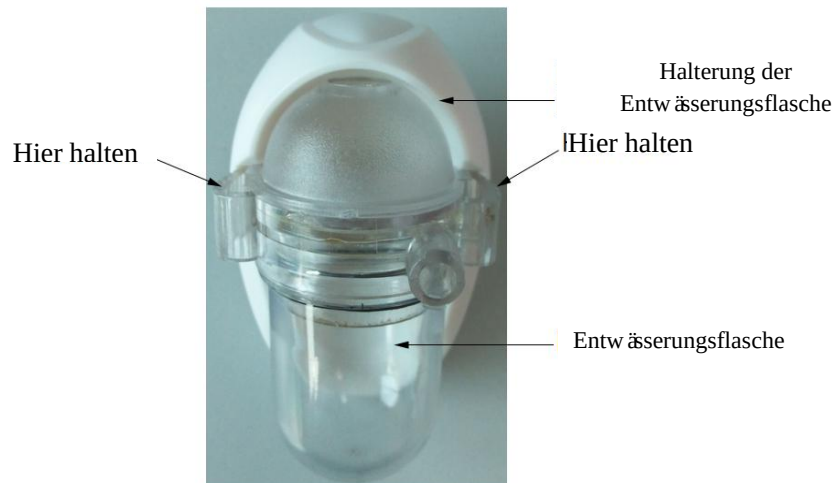

Abbildung 6.30 Befestigung und Abnahme der Entwässerungsflasche
2. Halten Sie die beiden Enden der Entwässerungsflasche wie in Abbildung 6.30 dargestellt fest und ziehen Sie den Schlauch vorsichtig nach unten, um Wasser abzulassen.